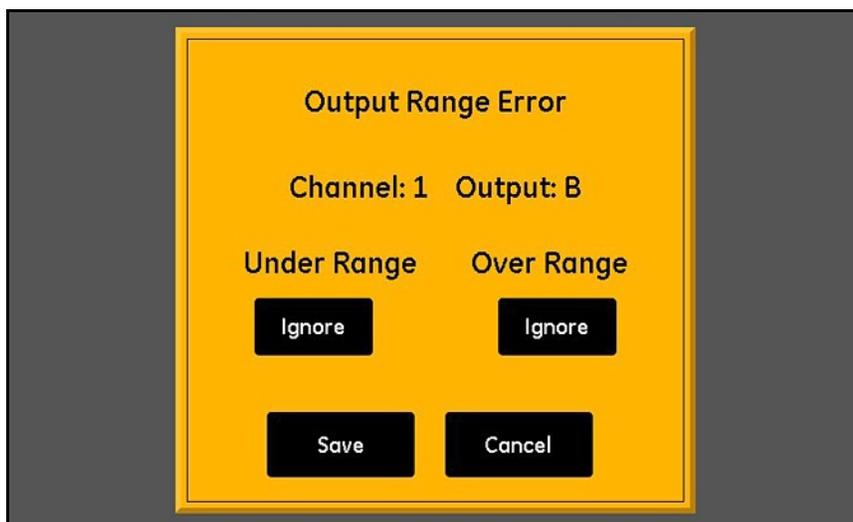

Рис. 46: Экран настройки ошибки диапазона — ответный сигнал выхода
1. Выберите нужный **Channel (1–6) (Канал 1–6)** и **Output (Выход) (A или B)**, а затем нажмите кнопку **Range Error (Ошибка диапазона)**, при этом должен открыться экран, аналогичный представленному на *Рис. 46* ниже.